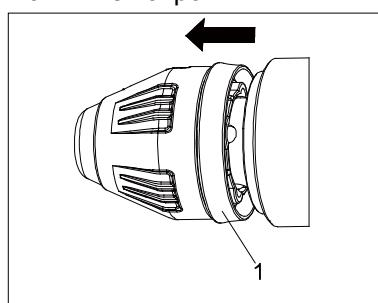

Рисунок 5
(1) Демонтаж патрона:
Установите переключатель режимов работы (4) в позицию "Долбление" (сверлильный шпиндель заблокирован). (См. рисунок 5)